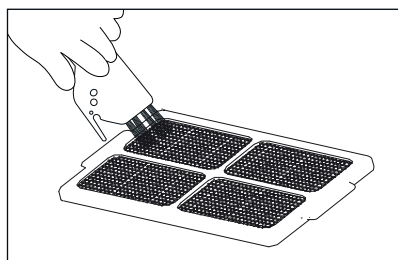

Fig. 11
- 5) Limpie el filtro integrado con el cepillo de limpieza **10** (consulte la fig. 11).